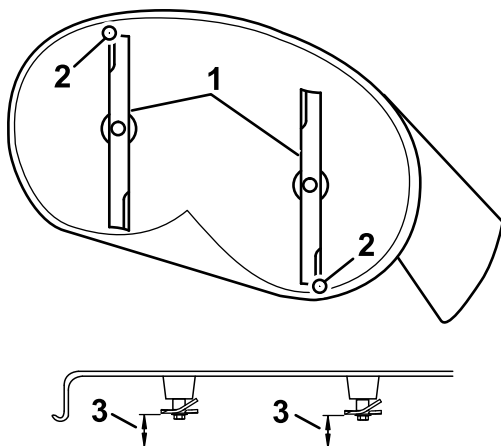
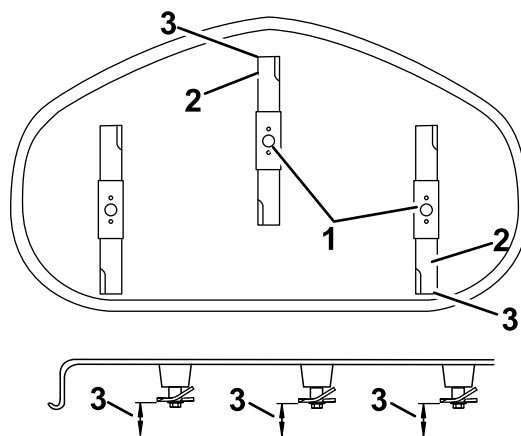

Figura 63
Figura 64
4. Gire cuidadosamente las cuchillas colocándolas en el sentido de avance de la máquina (Figura 63).
5. Mida entre la punta de la cuchilla delantera y la superficie plana y entre la punta de la cuchilla trasera y la superficie plana (Figura 63 o Figura 64).